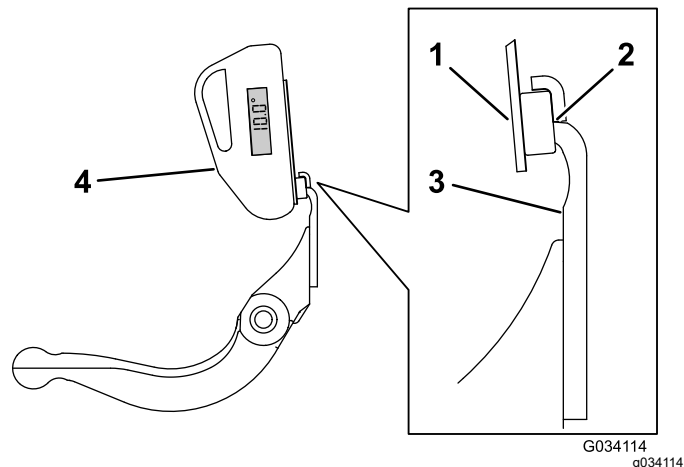

Figura 20
3. Amplasați suportul indicatorului de unghi pe marginea contracușitului, astfel încât marginea magnetului să se îmbine cu marginea contracușitului (Figura 20).
4. Amplasați indicatorul de unghi pe suport, conform indicațiilor din Figura 20.